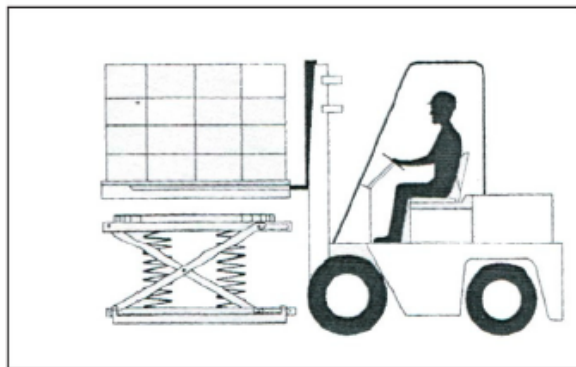

Fig. 11. Lossing med gaffeltruck.
1. Kjør gafflene helt inn i lastepallen og løft den rett opp slik at den er helt fri fra pallebordet. Se Fig. 11.